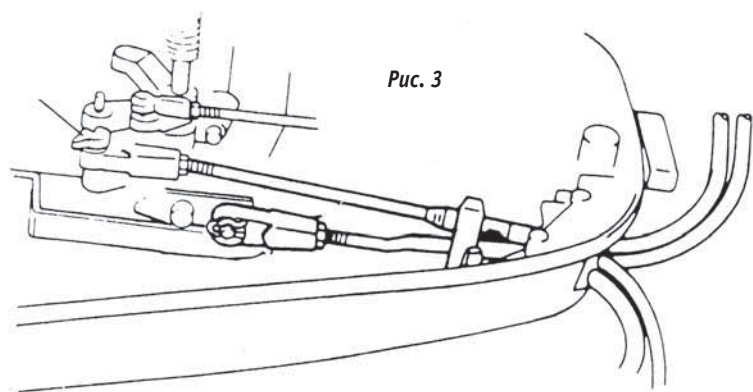

Рис. 3
3. Установите рычаг газа в режим холостого хода. Отсоедините трос дроссельной заслонки (на рис. 3. указано типичное положение).